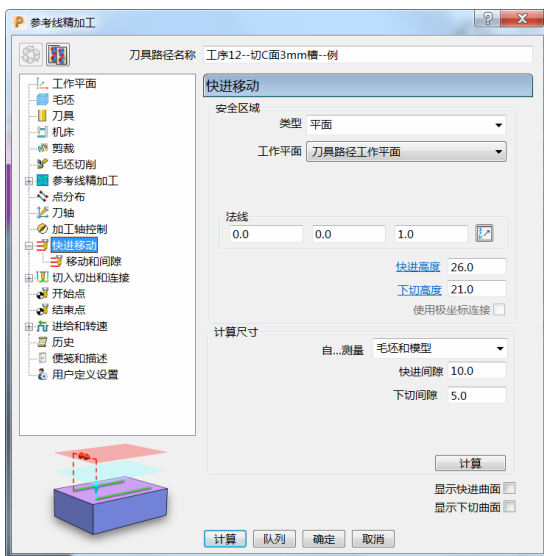

图 6-107
6) 快进移动: 安全区域类型选择“平面”, 工作平面选择“刀具路径工作平面”, 法线设定为 (0.0, 0.0, 1.0), 设定快进间隙“10.0”、下切间隙“5.0”, 然后单击“计算”按钮。(图 6-107)